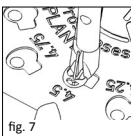
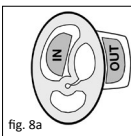

fig. 7
fig. 8a
■ **fig. 7/8** For å lukke dekkplaten må man bruke lukketangen av titan (REF 8000 137)! Med den lille lukketangen (REF 8000 137) bøyes bøylen innenfor protesens hodeplate rett, og dermed fikseres hodeplaten på protesens skaft (fig. 7). I denne forbindelse må man passe på at den korrekte bensi- den av den lille lukketangen ligger inntil i korrekt posisjon på protesens hodeplate. „INSIDE“ for den innvendige siden av hodeplaten, og „OUTSIDE“ for den utvendige siden av hodeplaten (fig. 8a, 8b).